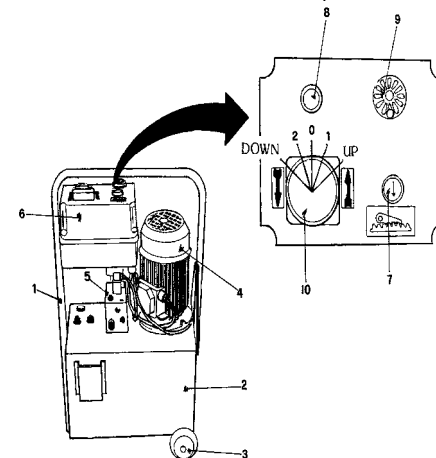

Fig.3
## BEDIENINGSKAST (Fig.3)
Vul het oliereservoir (Fig.3) met ongeveer 12 liter hydrauliek olie dat voldoet aan de ISO 6743/4 normen:
5. Laat de brug dalen door de bedieningsknop in de daalstand te zetten (Fig.3). Laat de brug dalen totdat deze automatisch stopt.